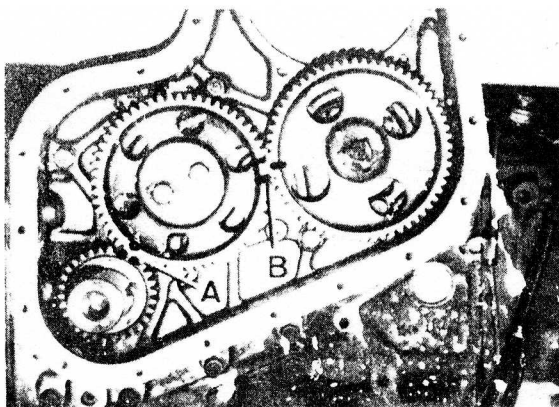

Fig. A4-99.- Montaje de los piñones de la distribución.
- 2.6.- Montar el piñón intermedio de tal modo que el diente señalado con "un punto" quede situado entre los dos marcados también en "un punto" del piñón de cigüeñal (A) (Fig. A4-99), y los dos dientes marcados con "una raya" en el piñón del árbol de levas (B).